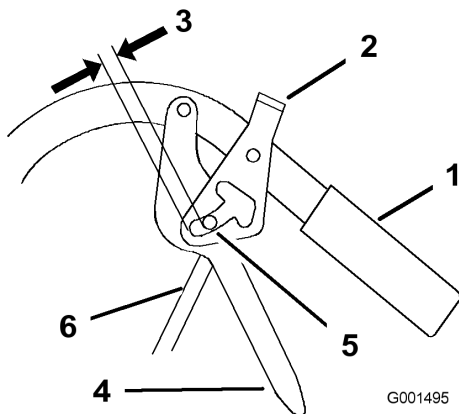

Figura 33
un pasador de horquilla y un pasador de seguridad (Figura 33).
2. Ajuste la longitud de la varilla de control enroscando la varilla en el acoplamiento o desenroscándola, hasta que quede una holgura de 5 a 6 mm (3/16 a 1/4 pulgada) entre la varilla de control y la parte inferior del mecanismo de bloqueo de punto muerto/freno de estacionamiento (Figura 33).